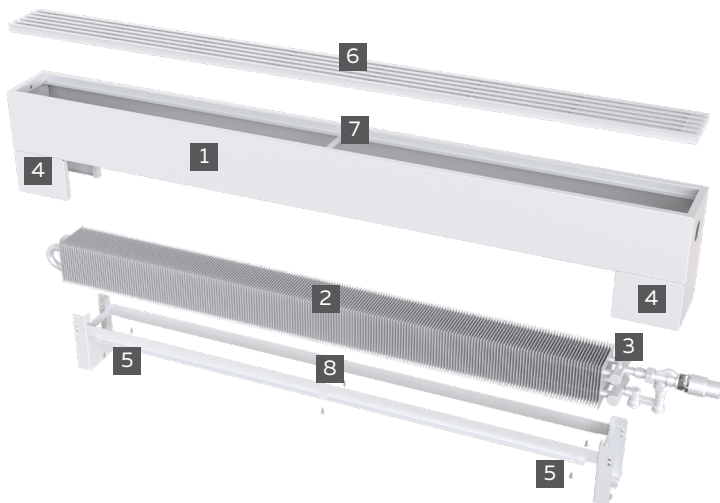

Рис. 1.
- вынуть съемную решетку поз. 6 (рис. 1) из кожуха конвектора;
- открутив винты поз. 5 (рис. 1), снять кожух конвектора с ножками скрытия подключения;
6.6. Установить на место кожух конвектора с ножками скрытия подключения, зафиксировав его к каркасу винтами поз. 5 (рис. 1). Уложить в кожух съемную решетку.